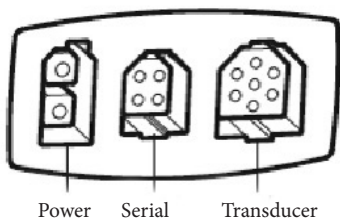

Рис. 8
1. Проверив соответствие вилок кабелей розеткам, вставьте сетевой кабель и кабель датчика в соответствующие разъемы на контрольной панели (Рисунок 8).